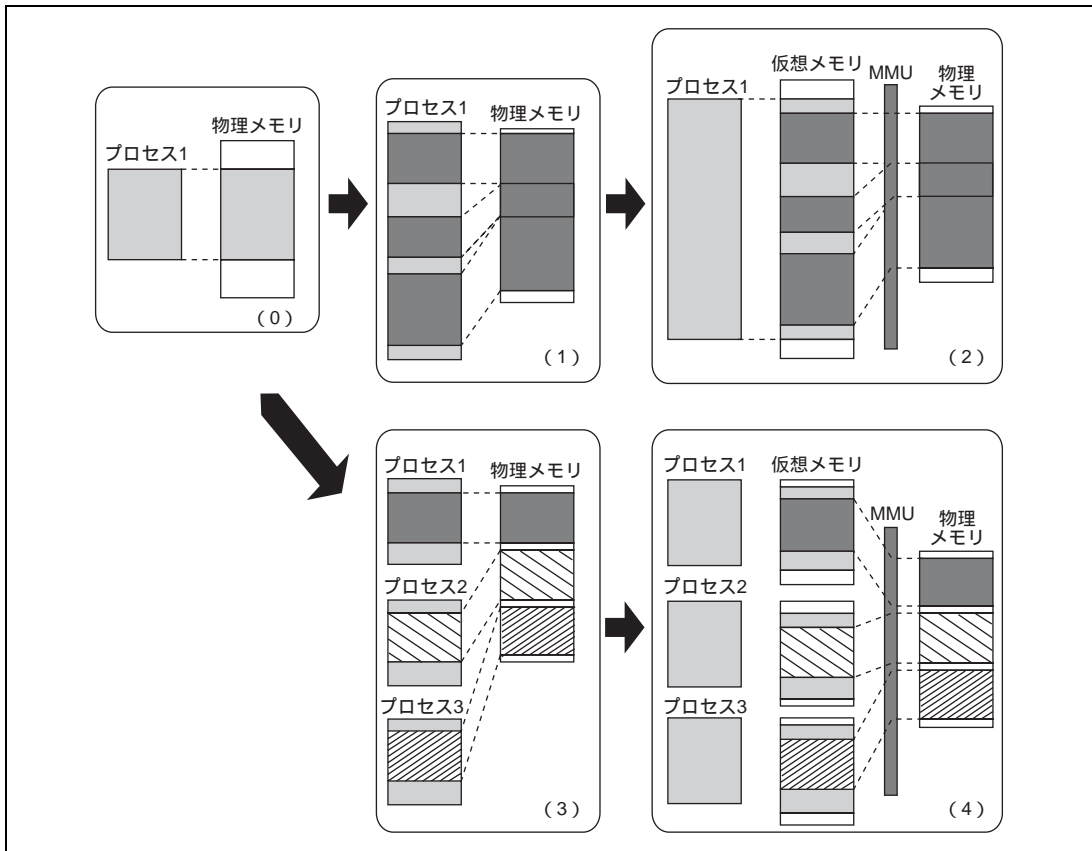

図 7.1 MMU の役割
MMU とは物理メモリを有効に利用するために考え出された機能です。図 7.1 (0) に示すように、プロセスのサイズが物理メモリより少ない場合、プロセスのすべてを物理メモリへマッピングすることが可能です。しかしプロセスのサイズが増大し、物理メモリに収まらない場合、プロセスを分割して実行に必要な部分を随時物理メモリへマッピングする必要が生じます (図 7.1 (1))。この物理メモリへのマッピングをプロセス自身が考えながら実行している場合は、プロセスにかかる負担が増大します。この負担を軽減するために物理メモリへのマッピングを一括して行おうとして生まれた考え方が仮想記憶方式です (図 7.1 (2))。仮想記憶方式では物理メモリに比べて十分に大きな仮想メモリを用意します。プロセスはこの仮想メモリにマッピングされます。このためプロセスは仮想メモリ上での動作だけを考えていればよくなります。仮想メモリから物理メモリへのマッピングには、MMU が用いられます。通常、OS が MMU を管理しており、プロセスが必要とする仮想メモリを円滑に物理メモリへマッピングできるように物理メモリの入れ替えを行います。物理メモリの入れ替えは 2 次記憶などの間で行われます。
こうして生まれた仮想記憶方式は、複数のプロセスが同時に走行するタイムシェアリングシステム (TSS) の上で威力を発揮します (図 7.1 (3))。TSS 上で走行する複数のプロセスが、おのおの物理メモリへのマッピングを意識しながら動作していたのでは効率が上がりません。この効率を上げ、各プロセスの負担を減らすために仮想記憶方式は使われます (図 7.1 (4))。この仮想記憶方式ではプロセスごとに仮想メモリが割り当てられます。MMU は複数の仮想メモリを効率よく物理メモリへマッピングする働きをします。さらに、あるプロセスが別のプロセスの物理メモリに誤ってアクセスしないように、MMU には記憶保護の機能も備わっています。